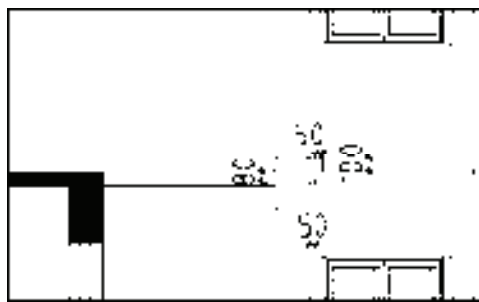

图 13-221 操作结果
2) 调用“分解”命令，分解矩形；调用“偏移”命令、“修剪”命令，偏移并修剪矩形边，结果如图 13-221 所示。